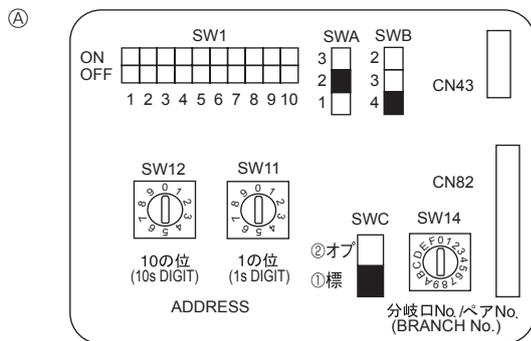

Fig. 5-4
5.6. Установка переключателей при высоком потолке или при изменении числа выходов воздуха (Fig. 5-4)
④ 4 направления	2,5 м	2,7 м	3,5 м
③ 3 направления	2,7 м	3,0 м	3,5 м
② 2 направления	3,0 м	3,3 м	3,5 м
5.7. Определение температуры в помещении встроенным датчиком пульта дистанционного управления (Fig. 5-4)
- ③ Беспроводной пульт дистанционного управления (при установке беспроводного ресивера сигналов)
5.5. Установка адресов (Fig. 5-4)